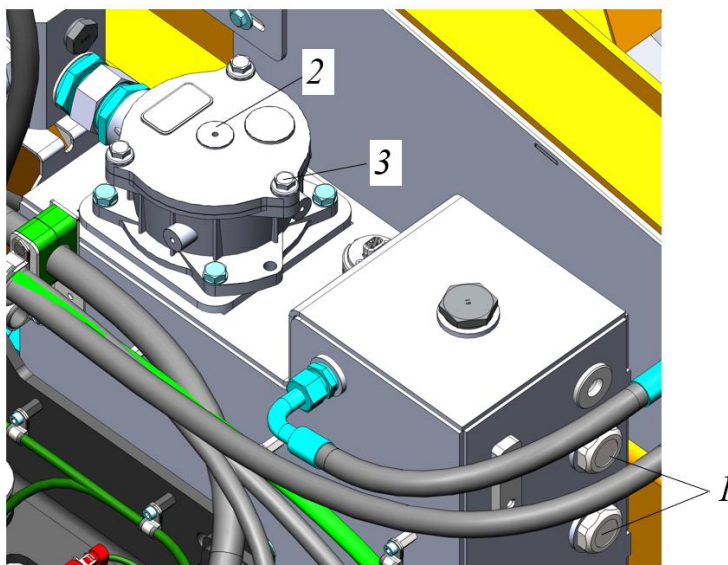

Рисунок 5.53. Долив масла в бак
- Выкрутить болты с шайбами 3, снять крышку фильтра в сливной линии, поз. 2, рис. 5.53.